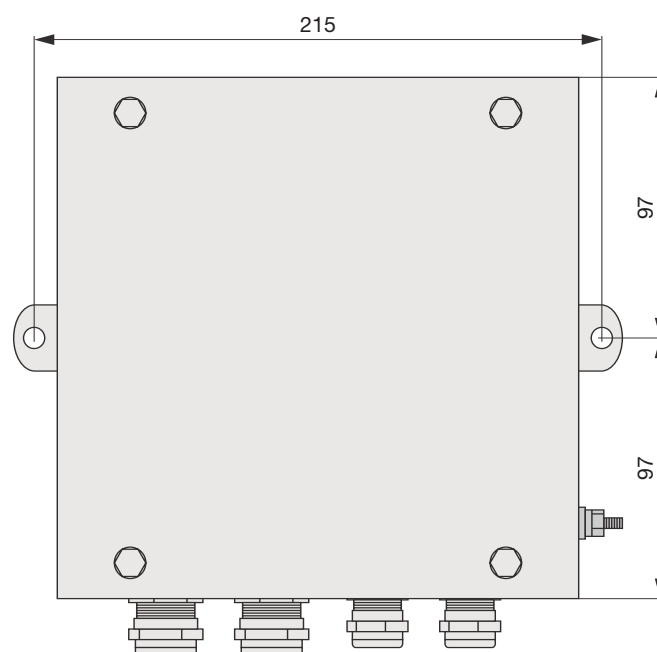

Fig. 18 : Cotes d'alésage pour OZD Profi G12DE ATEX 1
- ▶ Percez deux alésages sur la plaque de montage conformément aux cotes d'alésage sur la figure 18.